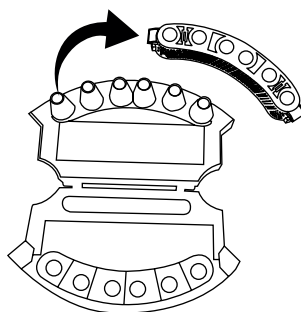

Abbildung 2
2. Öffnen Sie das Staubfach, um Zugriff auf den Schutzfilter zu erhalten. Lösen Sie den Zyklonschutzfilter über die Entriegelungskerven (Abbildung 2).